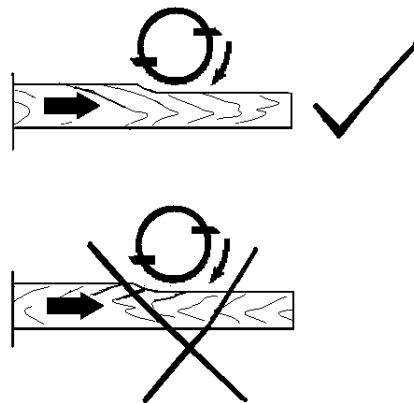

Рис. 18
- Если возможно, строгать следует вдоль направления волокон древесины (Рис. 18).